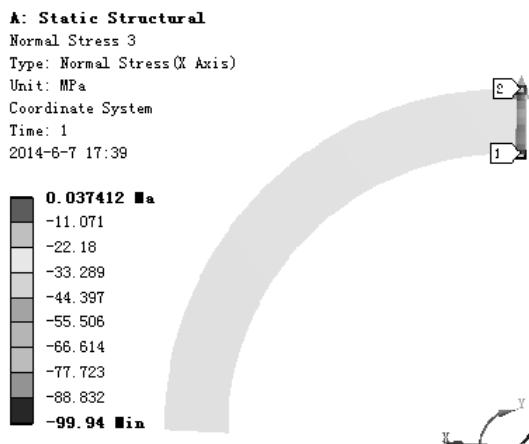
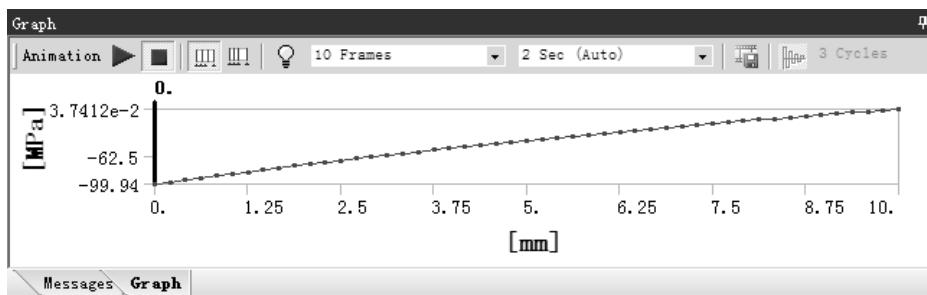

图 7.5.31 径向应力 (路径 Path) 结果图解
图 7.5.32 径向应力 (路径 Path) 图表
(5) 查看沿路径 Path 径向应力结果图解。在“Outline”窗口中选中 Normal Stress 3，查看图 7.5.31 所示的径向应力(路径 Path)结果，其最小应力为-99.94 MPa，最大应力为 0.037412 MPa；在“Graph”窗口中显示图 7.5.32 所示的路径图变化情况。